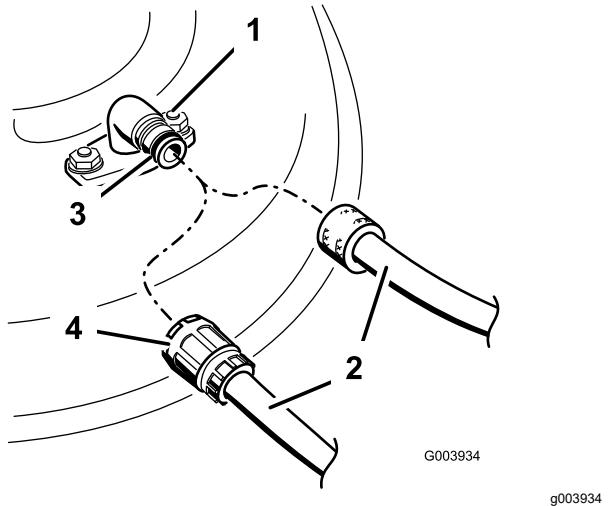

Figura 26
- Fixe uma mangueira ao encaixe para lavagem e abra a água a alta pressão (Figura 26).